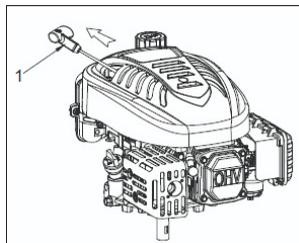

Fig. 3
⚠ AVVISI: Non lasciare che la maniglia di avviamento (1) rinculi contro il motore. Riposizionarla con delicatezza onde non danneggiare l'avviamento. (Fig. 3)